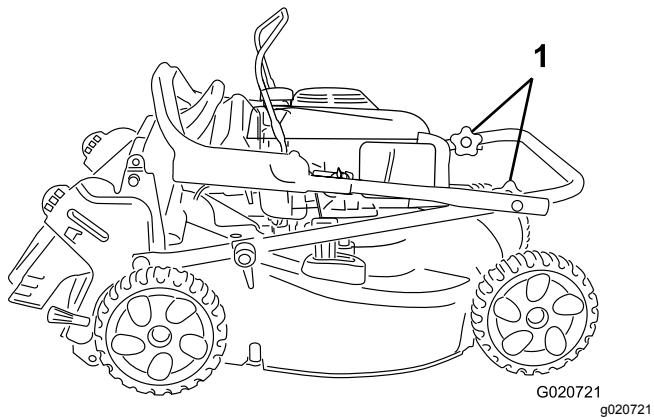

Figura 22
3. Ruotate la porzione superiore della stegola indietro verso il motore; fate riferimento a Figura 22.